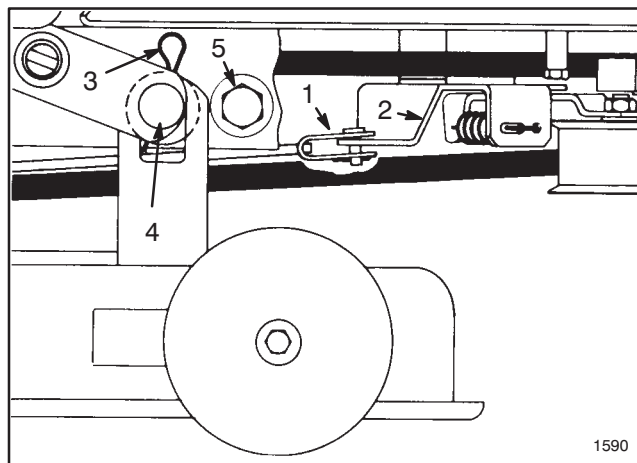

Figure 17
9. Retirer la goupille fendue et l'axe de chape attachant la tige de frein de l'unité de coupe au support de la poulie de renvoi (Fig. 17).
10. Retirer les 2 goupilles en épingle à cheveux et les rondelles rattachant le carter de tondeuse aux axes d'assemblage (Fig. 17). Saisir le carter de tondeuse et le déplacer latéralement pour le dégager des axes, puis vers l'avant pour laisser descendre les supports avant.
5. Retirer les boulons, pièces d'arrêt et contre-écrous rattachant les butées de l'unité de coupe de chaque côté du châssis de la tondeuse (Fig. 17). Glisser le carter de tondeuse vers l'arrière pour relâcher la tension de la courroie.